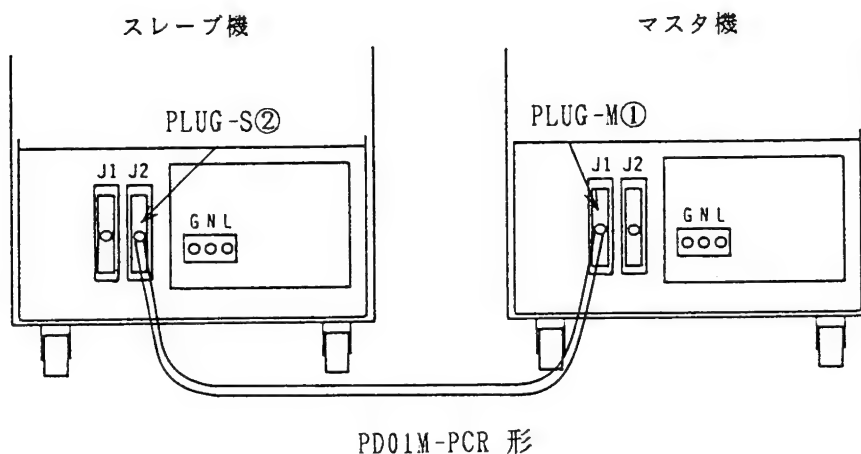

図 3-8
(1) PCR シリーズ 2 台の場合
マスタ機にしたい PCR シリーズの J 1 または J 2 に PD01M-PCR 形の PLUG-M①を、スレーブ機にしたい PCR シリーズの J 1 または J 2 に PD01M-PCR 形の PLUG-S②を接続してください。J 1、J 2 はどちらを使用してもかまいません。(図 3-8 を参照してください。)